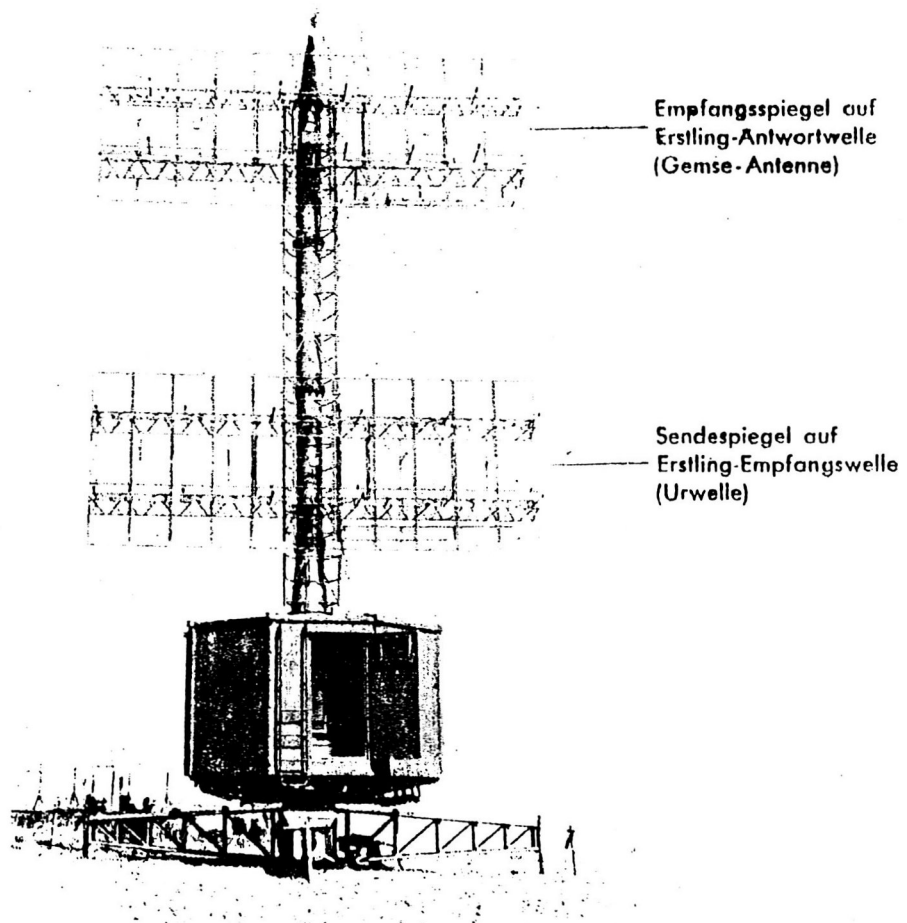

Abb. 3
2. Der **Empfänger auf Urwelle** (Reflexionsempfänger) ist bei Egon-Geräten in der Regel ausgebaut, da Egon-Geräte (Jagd) nur zum Zwecke der **Jägerführung** und nicht für Feindortung eingesetzt sind (Abb. 3).